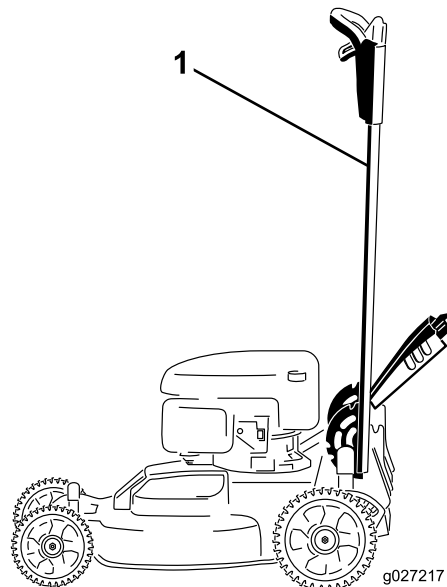

Рисунок 40
- Зафиксируйте рукоятку в вертикальном положении (Рисунок 40); см. Регулировка высоты рукоятки \(страница 14\).